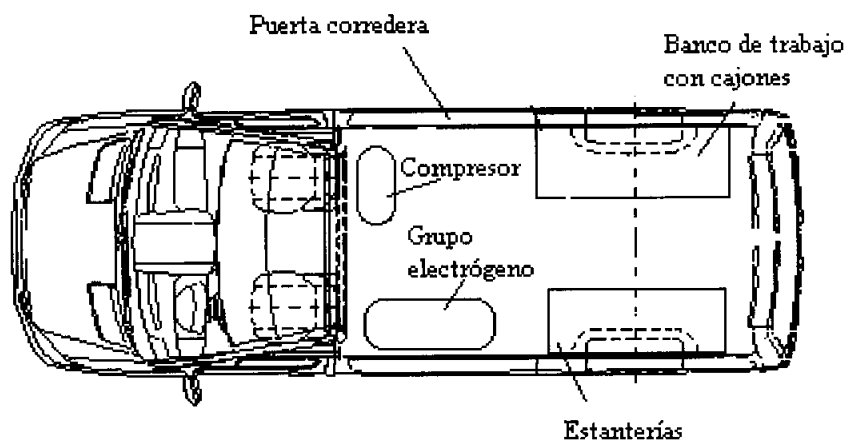

Figura 2.- Disposición de los elementos de taller
- Un (1) banco de trabajo metálico, de un ancho mínimo de 480 mm y una longitud mínima de 1.480mm ubicado en el lateral derecho del vehículo en orden de marcha. Tendrá un panel de herramientas metálico (dimensiones aproximadas de 1.500mm x 750mm) dotado de varios tipos de enganches para colocar herramientas. Bajo el banco de trabajo se colocarán cajoneras con cierres de seguridad para el guardado de material. La parte inferior del banco de trabajo para evitar interferencias con el paso de rueda, se cerrará con una tapa o frente bastidor y poder aprovechar este hueco para el guardado de material. En cualquier caso, previamente a la instalación se acordará con el Director del Expediente el tipo de cajoneras o armarios que se dispongan en este banco de trabajo en función del espacio disponible. (ver figura 2 propuesta de distribución).
- En el lateral izquierdo en orden de marcha se instalarán dos (2) estanterías de chapa de acero o aluminio con 4 bandejas metálicas cada una, situándose una de las estanterías sobre el hueco de la rueda del furgón. En la parte superior de las mismas se colocarán unos bastidores y paneles de prolongación metálicos, para de esta manera aprovechar el espacio superior hacia el techo del vehículo ya que el vehículo tiene paredes inclinadas. Las partes inferiores de las estanterías se cerrarán con tapas o frentes para bastidor metálicos. En cuatro de las ocho bandejas se colocarán cajas de plástico para el almacenamiento de objetos. (ver figura 2 propuesta de distribución).
- Un (1) grupo electrógeno de tipo insonorizado, trifásico-monofásico, potencia máxima de 8 KVA en trifásico y entre 2,5 y 3 KVA en monofásico, con motor 4 tiempos de gasolina de arranque eléctrico, con salida de gases de escape al exterior, cuadro de control, protección térmica ante sobrecalentamiento o falta de aceite, al menos una salida de voltaje de c.a de 220V y otra de 380V. La